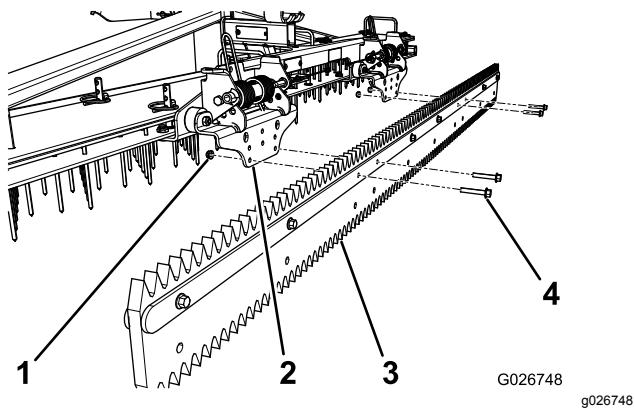

Bild 9
1. Entfernen Sie vier Schrauben und die Muttern, wie in Bild 9 abgebildet.
2. Fluchten Sie die Löcher im Groomer mit den unteren Löchern in den Federhalterungen aus (**Bild 9**).
3. Befestigen Sie den Groomer mit den vorher entfernten vier Schrauben und Muttern an den Federhalterungen (**Bild 9**).